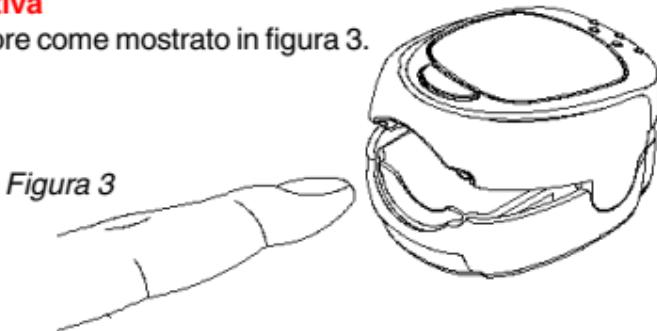

Figura 3
- Aprire il sensore come mostrato in figura 3.